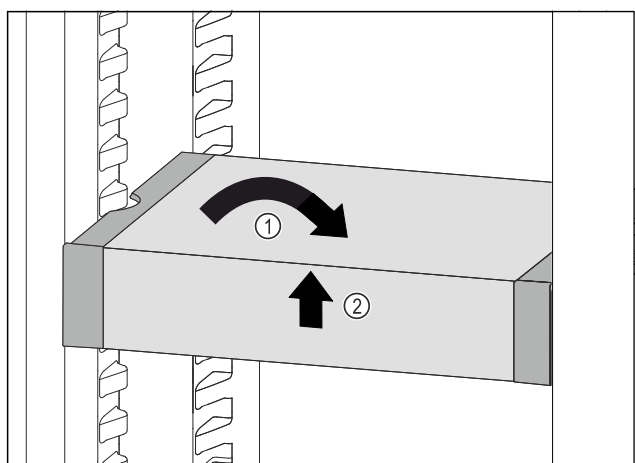

Fig. 124
- Predal VarioSafe postavite ravno. Fig. 124 (1)
- Predal VarioSafe dvignite spredaj. Fig. 124 (2)